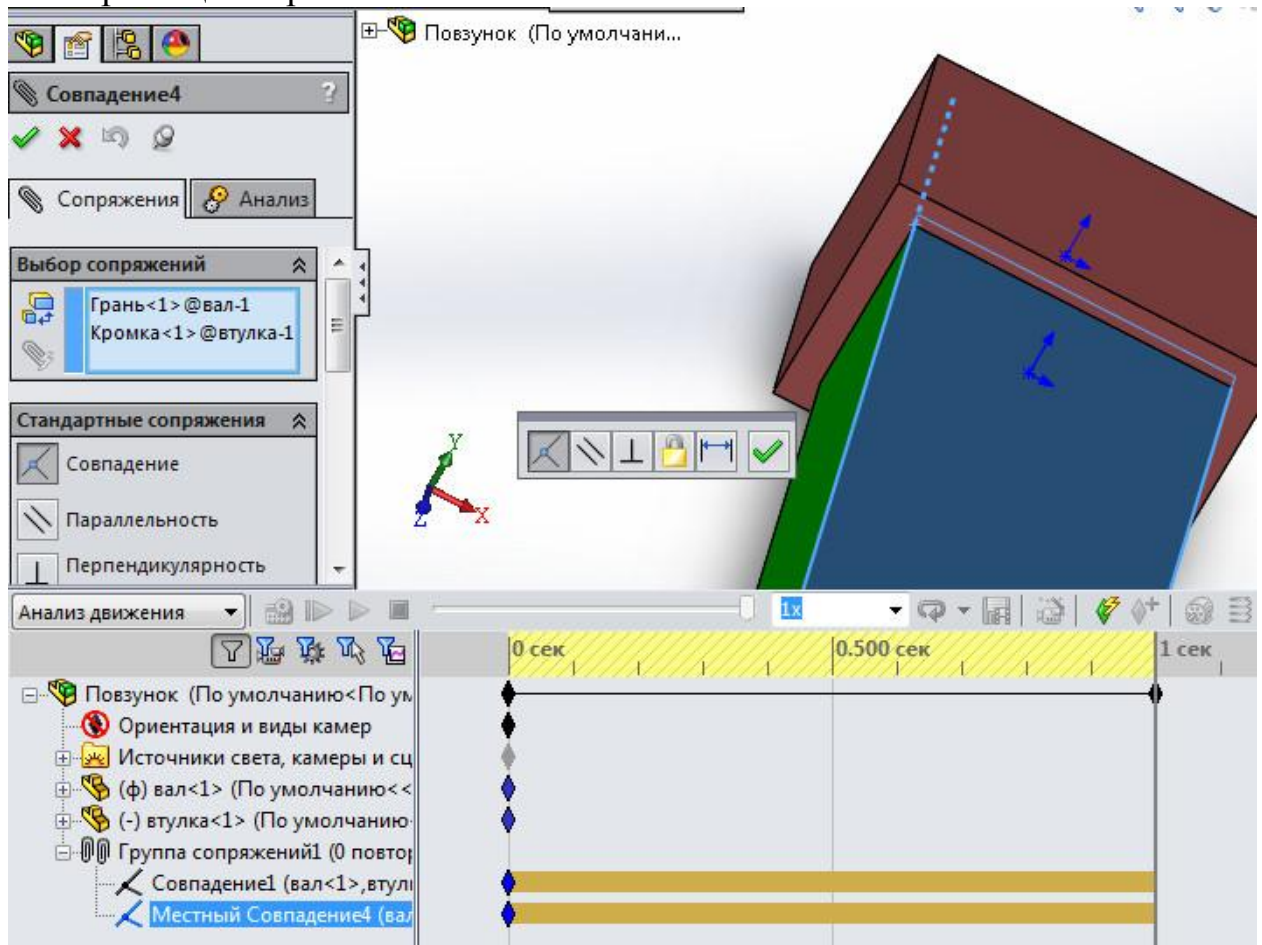

Рис.8. Редагування спряження.
Один з варіантів уникнення утворення повторювальних обмежень і автоматичного їх видалення - використання примітивів спряжень. В даному випадку замінимо одне спряження **Совпадение** (2-х граней) спряженням **Совпадение** (лінії і грані), як це показано на рис. 8.
2.10. В панелі **Motion Manager** розкрити дерево **Група Сопряжений1**, натиснути правою кнопкою миші на одному з 2-х спряжень і вибрати **Редактировать**. У вікні **PropertyManager** в розділі **Объекты для сопряжения** замінити **Грань<2>@втулка-1** на **Кромка<1>@втулка-1** (див. рис. 8.).